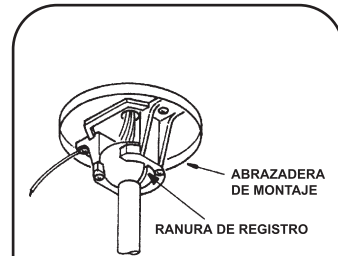

Fig.12
Paso 9. (Fig. 12) Levante el ensamblaje del motor y coloque la esfera de soporte dentro de la abrazadera de montaje. Gire el ensamblaje del motor hasta que la ranura de la esfera de montaje quede sobre la astra de la abrazadera de montaje.